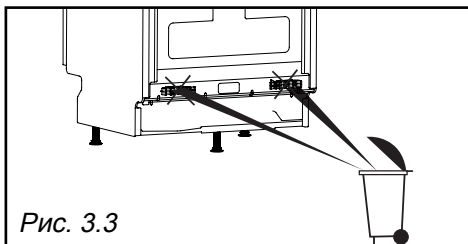

Рис. 3.3
- Снимите кронштейны крепления шланга (Рис. 3.3).